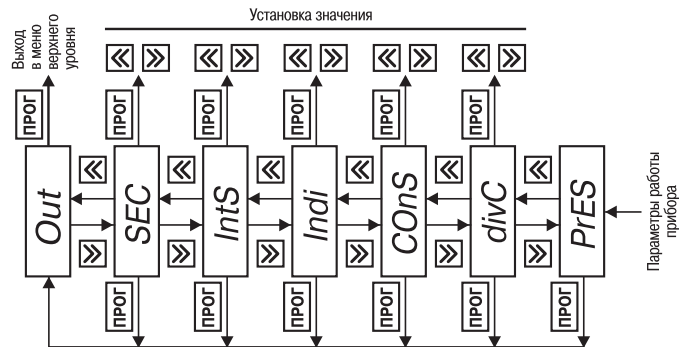

Рис. 16
6.2.2.5. **Группа «OPER»** предназначена для установки рабочих параметров прибора (рис.16). Код доступа для этой группы «\_33».